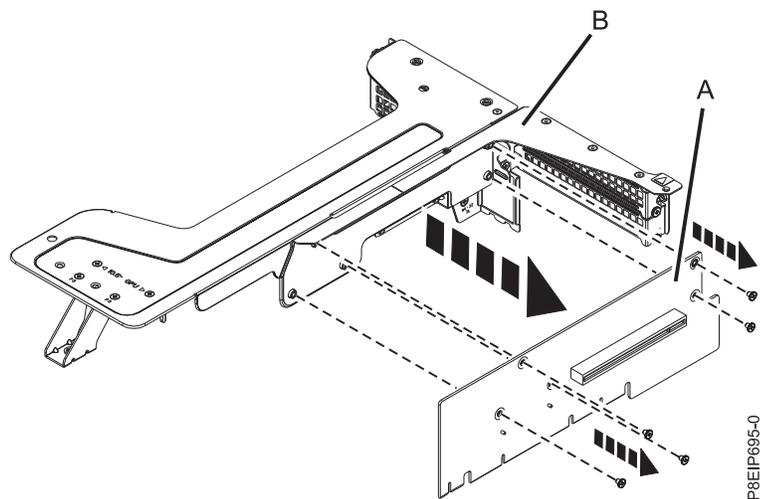

Figura 42. Removendo a placa riser da posição 1
- j. Se a placa riser na posição 1 precisar de substituição, remova-a do suporte do riser. Remova os cinco parafusos que prendem a placa riser ao suporte do riser conforme mostrado na Figura 42.